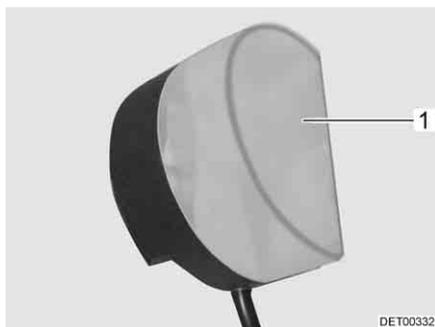

Fig. 279 Eclairage de la penderie
- Enfoncer légèrement le couvercle de la lampe (Fig. 279,1) et le retirer.